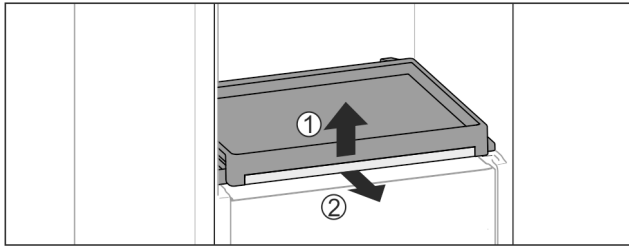

Fig. 108
- Retirar el estante extraíble con la plancha de cristal: levante ligeramente la parte delantera de la plancha de cristal Fig. 108 (1) y extraígalas hacia delante Fig. 108 (2).